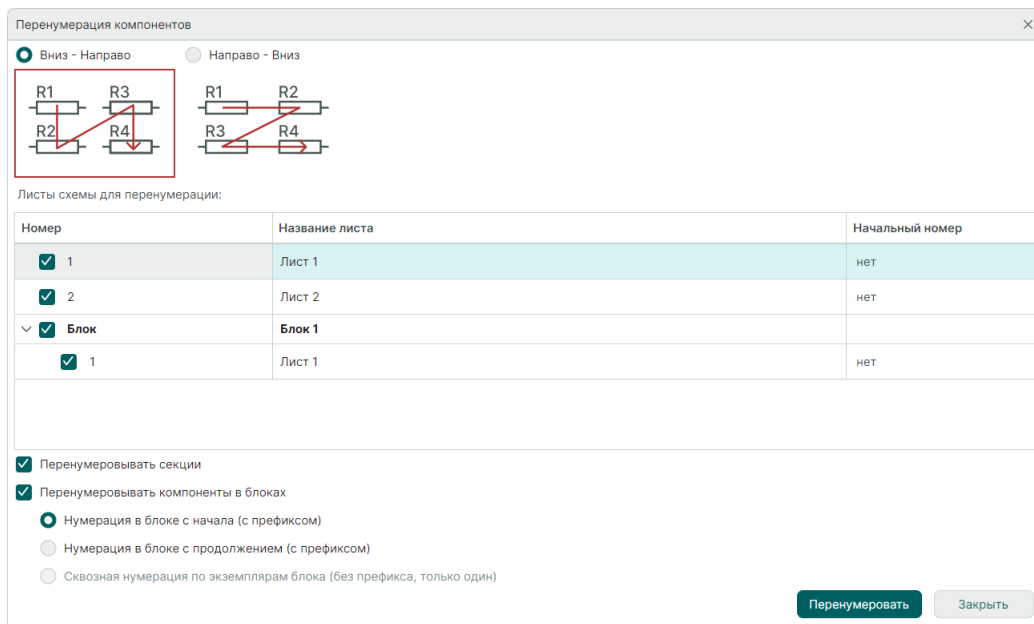

Рис. 234 Окно «Перенумерация компонентов»
- Выберите направление нумерации. Порядок перенумерации соответствует направлению стрелок: «Вниз-направо» или «Направо-вниз» относительно оси Y, см. Рис. 234.